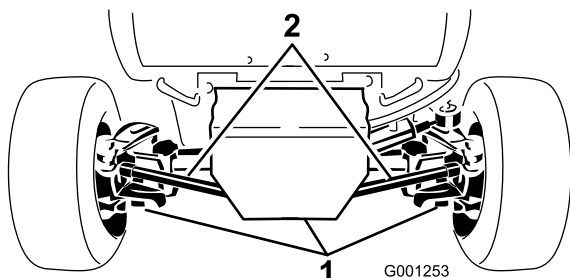

図 54
2. ドレン・プラグ (図 54; 左右端に1個と中央に1個、全部で3個ある) の周辺をきれいに拭く。